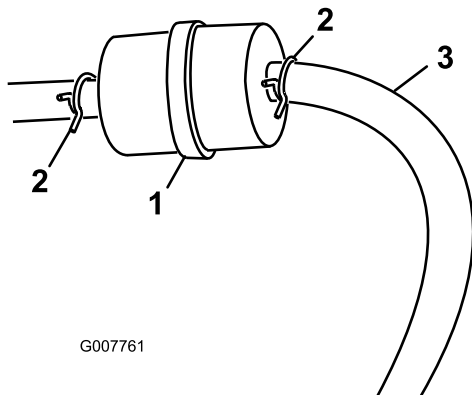

Figura 22
3. Apriete los extremos de las abrazaderas y deslícelas por el tubo alejándolas del filtro (Figura 22).
5. Instale un filtro nuevo y acerque las abrazaderas al filtro (Figura 22).
3. Afloje la abrazadera cerca del filtro de combustible y deslícelas por el tubo, alejándola del filtro de combustible (Figura 22).
4. Desconecte el tubo de combustible del filtro de combustible (Figura 22).
**Nota:** Deje fluir el combustible a una lata u otro recipiente apropiado (Figura 22).
5. Instale el tubo de combustible en el filtro de combustible. Acerque la abrazadera al filtro de combustible para fijar el tubo de combustible (Figura 22).